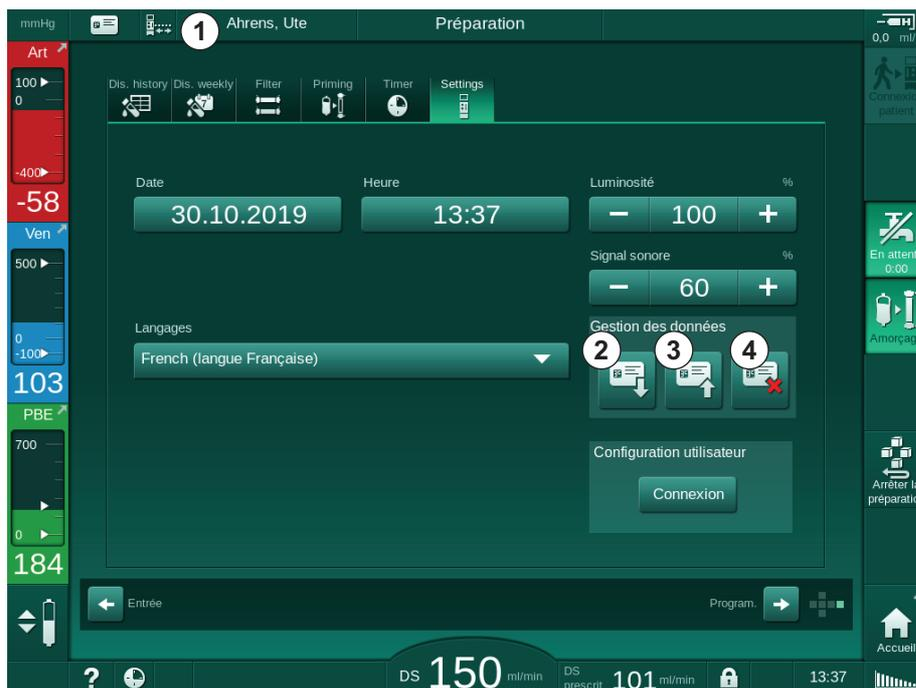

Fig. 11-3 Gestion des données sur l'écran Configuration
1. Toucher l'icône ④ dans Fig. 11-3 pour supprimer les données de la carte patient.